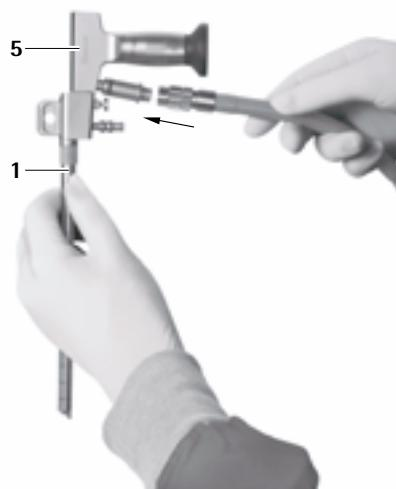

Abb. 3
- Lichtkabel und Kamera anschließen, siehe Abb. 3–5.